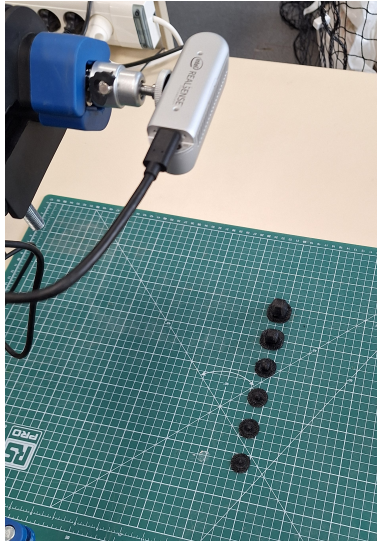

Figure 2: Montage expérimental du dispositif d'acquisition
- La caméra doit être disposée à une distance de 40cm au-dessus de la surface. Elle doit être placée exactement au-dessus de la surface, et les objectifs doivent être orientés vers la surface. Les centres des cubes doivent être disposés à une distance de 4cm chacun. La Figure 2 donne un aperçu de la disposition du montage.